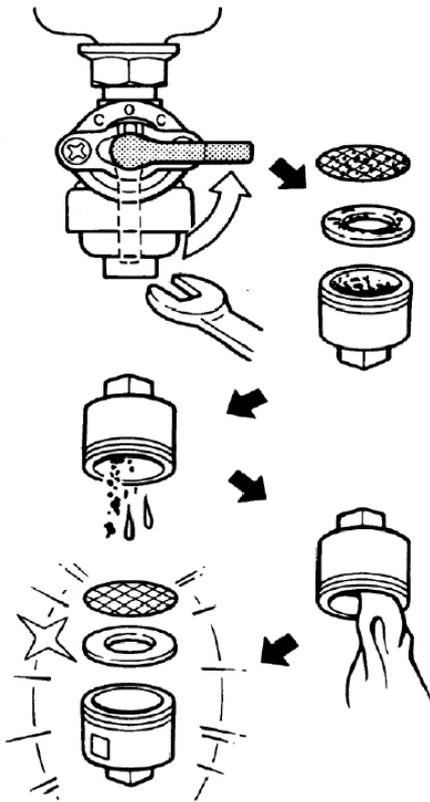

Рис.26
5.ЗАПІРНИЙ КРАН У ЛІНІЇ ПОДАВАННЯ ПАЛИВА (Рис.26)